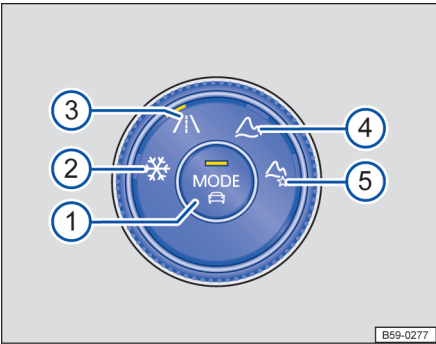

图 196 中控台下部：4MOTION 主动控制的操作单元。
全轮驱动汽车具有很多种驾驶模式选项。在这种情况下，可以通过 主动控制的操作单元选择驾驶模式→图 196。
→ 图 196 的图例：
- 转动 4MOTION 主动控制的操作单元→ 图 196，直至所需的驾驶模式旁边的 LED 灯亮起。
- 按压操作单元中间的→ 图 196。
- 必要时，转动 4MOTION 主动控制的操作单元→ 图 196，直至越野个性化驾驶模式旁边的 LED 灯亮起。
- 如果已经选择越野自定义，则按压操作单元中间的→ 图 196。